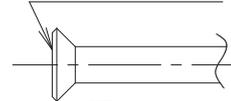

図 3
- フレアナット接続時は、フレア内面のみエーテル油またはエステル油を塗り、最初は3～4回手回しでねじ込んでください。（図3参照）